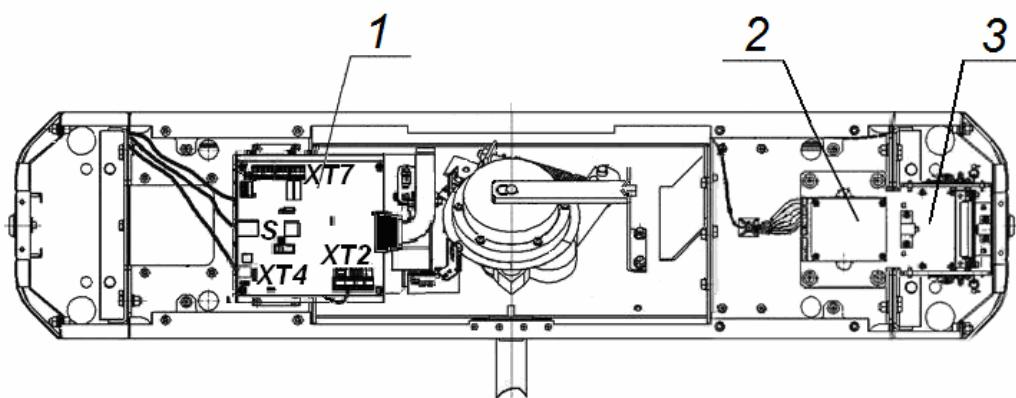
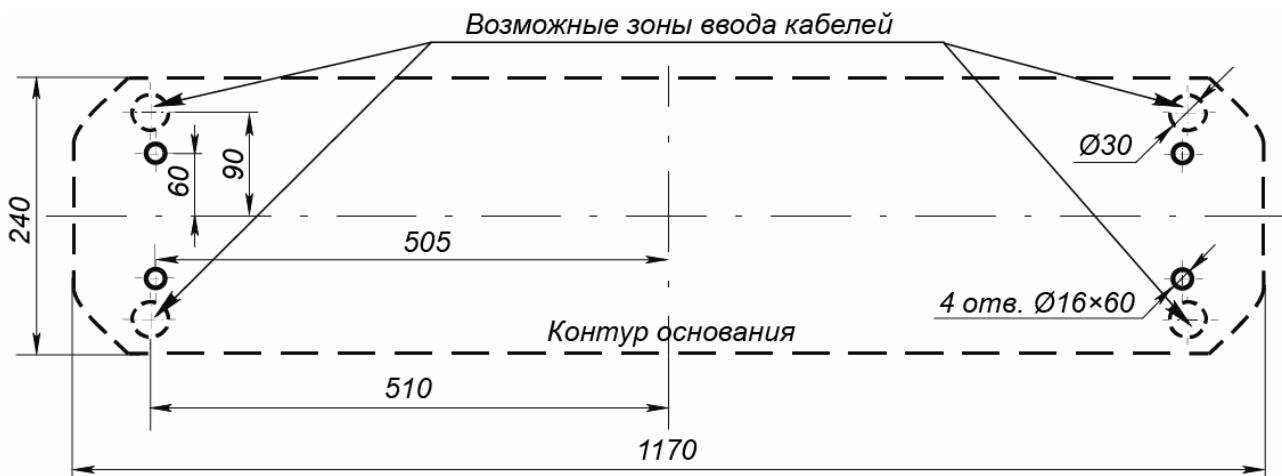

Рисунок 11. Схема прокладки кабелей в стойке ЭП:
Рисунок 12. Схема разметки для установки стойки ЭП
3. Подготовьте в полу отверстия под гильзы анкеров для крепления стойки ЭП (см. рис. 12).
4. При необходимости прокладки кабелей под поверхностью пола подготовьте в полу кабельный канал, подходящий к одной из зон ввода кабелей в стойку ЭП, указанных на рис.12.
6. Демонтируйте боковую заглушку (9) и выньте контейнер картоприемника (10), открыв ключом замки (11, 12).
10. Снимите крышку ЭП (3) согласно разд. 6.
11. Протяните кабели внутри стойки. Рекомендуемое расположение кабелей при прокладке внутри стойки показано на рис.11.
15. Выполните заземление стойки ЭП в соответствии с требованиями ПУЭ («Правила устройства электроустановок»). Контакт заземления **Z3** (7, рис. 11) находится за боковой заглушкой стойки (14). Для крепления кабеля заземления на контакте используйте гайку M4.
16. Подключите кабель *Ethernet* (18) к разъему **S1** на плате контроллера ЭП.
19. После подключения всех кабелей и закрепления стойки на полу установите на место крышку (3), боковую заглушку стойки и контейнер картоприемника на свои места в порядке, обратном снятию.
- Снимите с поворотного механизма крышку (6), отвернув винт M4×25.
- Отверните болт M8×30, установленный на преграждающей планке (5).
- Установите в рабочее положение крышку (6), закрепив ее винтом.
При производстве механизм картоприемника (3, см. рис. 11) установлен со стороны считывателя №1 (A2).
1. Снимите крышку (3) в порядке, указанном в разд. 6.
2. Извлеките контейнер картоприемника (12), открыв замок (13).
3. Извлеките заглушку (14) с противоположной стороны, открыв замок (15).
4. Демонтируйте торцевые крышки (9, 10); каждая крышка крепится двумя винтами M4×16 и двумя шурупами Ø4,2×19 снизу со стороны контейнера (12) или заглушки (14). Кабели считывателей, находящихся внутри торцевых крышек, не отсоединяйте.
6. Демонтируйте заглушку (11) из торцевой крышки (9) и установите ее в торцевую крышку (10); заглушка крепится двумя шурупами Ø2,9×9,5.
7. Отсоедините кабель картоприемника от платы управления картоприемника A1 (2, рис. 11).